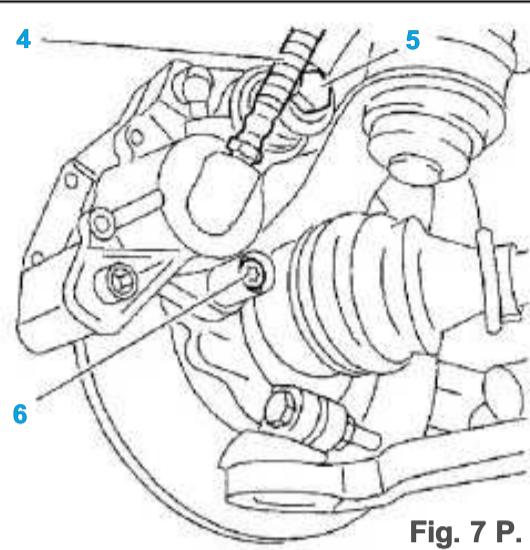

Fig. 7 P.
- Limpiar los tornillos de fijación (5) Y (6) Caliper y recubrir su hilo producto de frenado "E3"(Fig. 7 Fr).
- Volver a colocar el tornillo (5) Y (6).
- (5) **10,5 daN.m**
- (6) **3,5 m.daN**
- Vuelva a conectar el conector flexible (4) De la pinza de freno y en la línea de rígida.